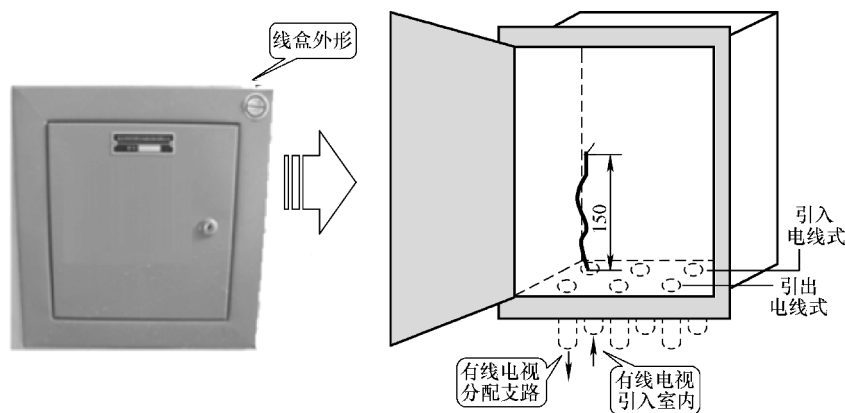

图 6-31 常见的入户线盒
1) 有线电视线经过入户线盒引进室内,入户线盒有塑料材质和金属材质的,这里采用金属材质的入户线盒,如图 6-31 所示为常见的入户线盒。